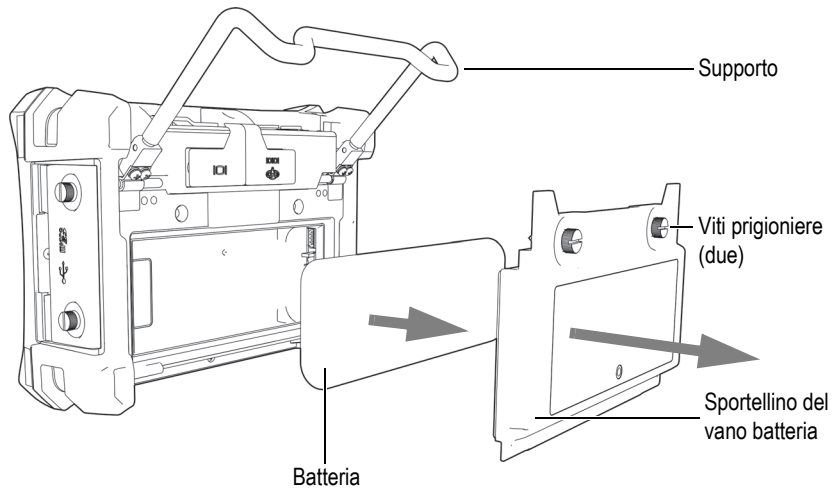

Figura 2-10 Rimozione di una batteria agli ioni di litio
1. Aprire il supporto del BondMaster 600 (vedere Figura 2-10 a pagina 45).